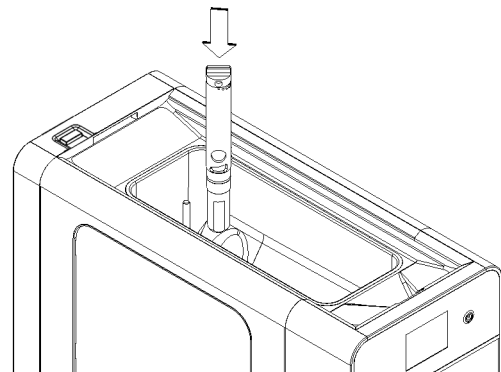

Bild 3
- 1** Den unteren Teil des Mischrohrs in das dafür vorgesehene Verbindungsloch zwischen dem Behälter und dem Zylinder einfügen. Dabei darauf achten, es so auszurichten, dass es ganz in seinen Sitz eingesetzt wird. (Bild 3)